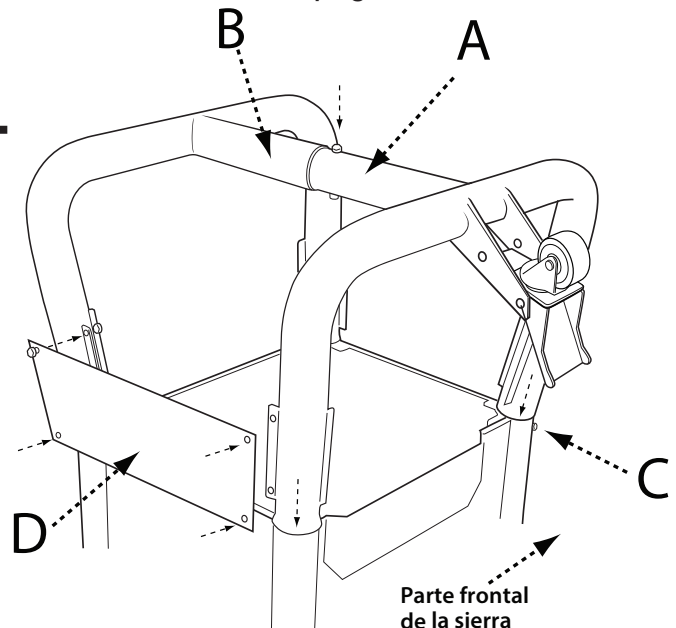

FIGURA 1
1. Conecte las dos patas tubulares insertando el extremo de la pata izquierda (A) en el extremo de la pata derecha (B) como se muestra en la Figura 1. Sujétela con un perno hexagonal de perno de cabeza redonda M8 x 70 mm y una tuerca autoblocante y apriete manualmente.
2. Inserte los cuatro extremos abiertos de las patas tubulares en los collares de la pata (C) como se muestra. Sujete cada pata con un perno de 6 mm x 72 mm y una tuerca.
3. Sujete los paneles de soporte de la pata trasera y frontal (D) a las patas usando cuatro pernos autorroscantes M6 x 10mm.